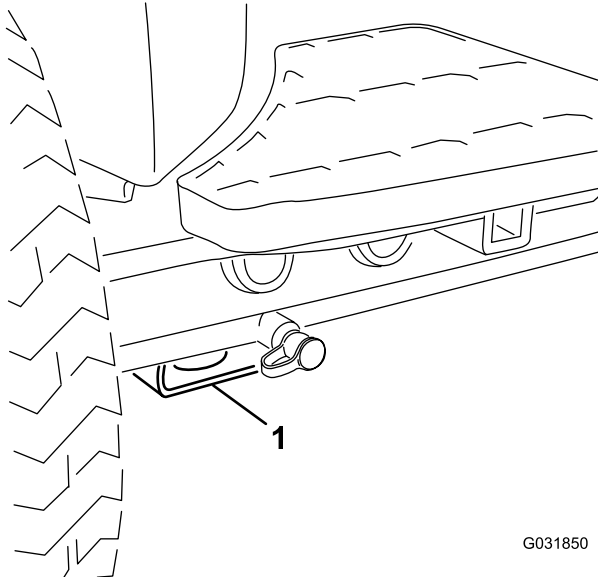

Figura 63
- **În partea frontală a mainii** - placa dreptunghiulară, sub tubul axului, în interiorul fiecărei anvelope față (**Figura 63**).